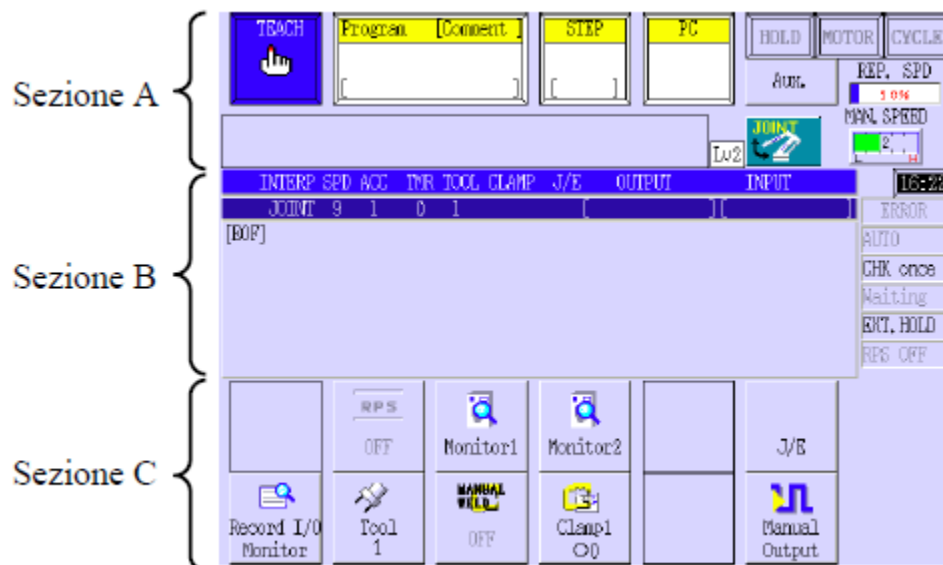

Figura 12: Generica schermata del TP in teach mode
- Schermo touchscreen, dettaglio in Figura 12;
Per esempio le funzioni del bottone qui a lato sono: STEP, selezionare un passo del programma attuale (funzione base) o PROGRAM, cambiare programma (funzione alternativa). Le medesime funzioni possono essere attivate premendo lo schermo nelle zone Program e STEP in alto nella Sezione A come visibili in Figura 12.